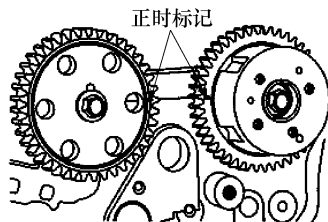

图 8-25 确认正时标记位置
8) 按常规方向(从前看顺时针方向)旋转曲轴2周, 确认正时标记, 如图 8-25 所示。